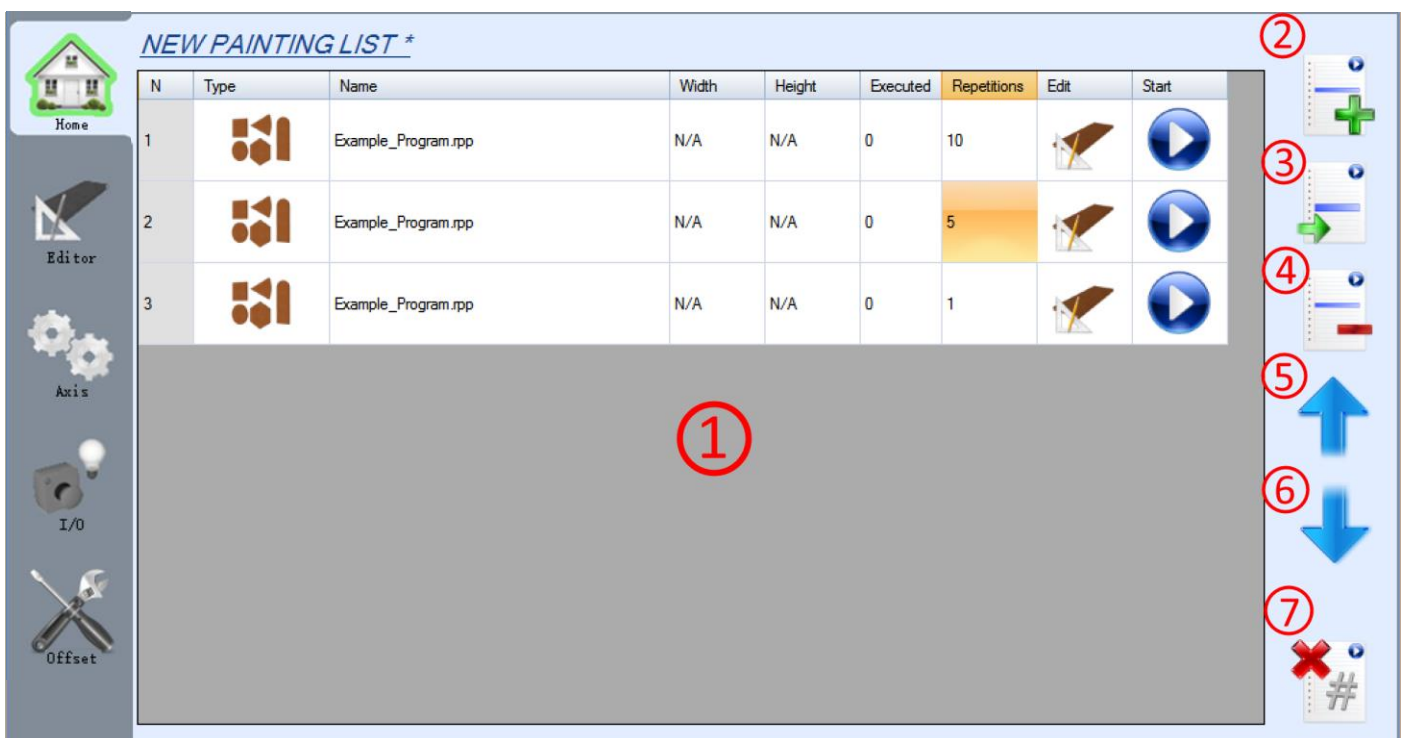

图 3
- 设置程序后, 要将程序添加到执行列表 (图 3), 按**保存** (图 1、1.2) 或者**另存为** (图 1、1.3)。